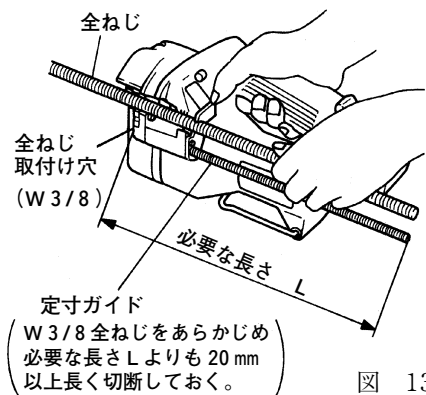

図 13
- (1) あらかじめ、W 3/8 全ねじを必要な長さより 20 mm 以上長く全ねじを 1 本切断し、これを定寸ガイドとして使用します。
- (2) 定寸ガイドの全ねじを本体のブラケット (B) に設けられた全ねじ取付け穴にねじ込みます。(図13) この際、定寸ガイドの全ねじの端部とカッタとの距離が必要な長さ L になるように調整してください。
- (3) 切断しようとする全ねじを、定寸ガイドの全ねじと端をそろえてカッタにセットし、切断します。